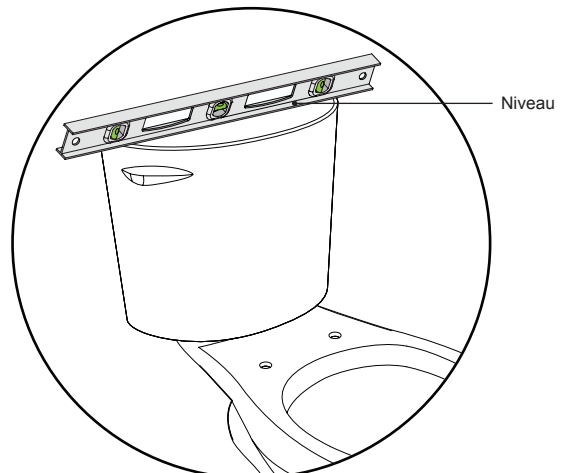

Figure 12
- 6 Une fois terminé, placez un niveau dans la partie supérieure du réservoir (Figure 12). Le réservoir doit être de niveau. Si ce n'est pas, faire les ajustements nécessaires en ce moment.